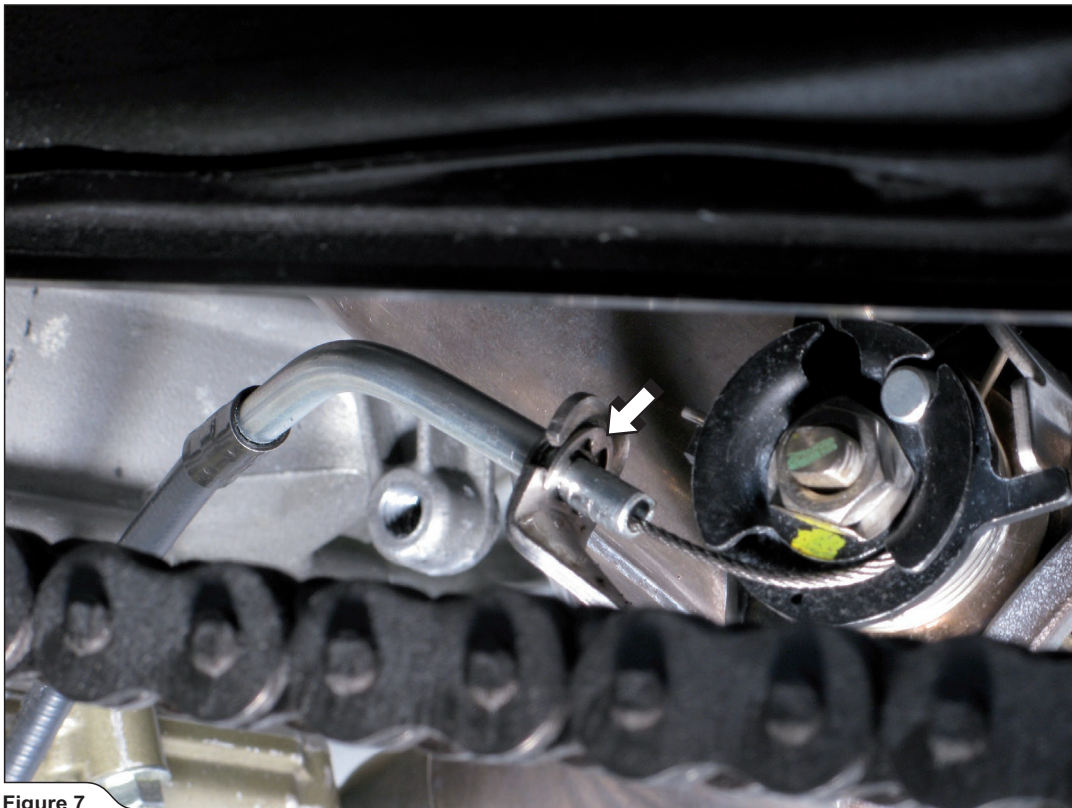

Figure 7
4. Desserrer le circlip indiqué et déposer le câble de la soupape d'échappement (Figure 7).
4. Den angegebenen Seeger lockern, dann den Bowdnenzug der Auslasssteuerung (Figure 7) entfernen.